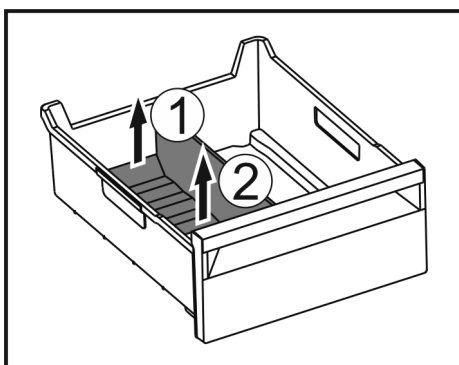

Fig. 66
- Zvedněte zadní část přepážky přihrádky na led. Fig. 66 (1)
- Přepážku přihrádky na led vyjměte nahoru. Fig. 66 (2)